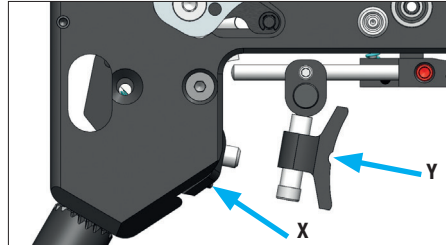

Fig. 9
3. Para alinear el gatillo mecánico, presione ligeramente en la dirección X (fig. 9) y dispare una vez a través de la lengüeta (Y). El gatillo se desliza hacia arriba permitiendo atornillar el segundo tornillo de sujeción.